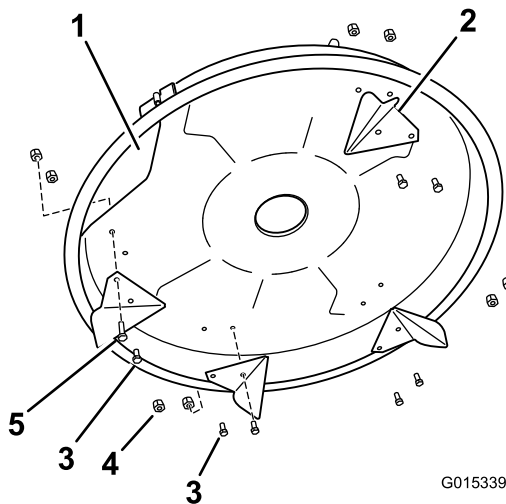

Figura 2
1. Posicione las tres placas deflectoras según se muestra en Figura 2.
2. Sujete las placas al cortacésped usando siete pernos (5/16 x 3/4 pulgada), un perno (5/16 x 1-1/4 pulgadas) y ocho contratuercas (5/16 pulgada). Asegúrese de colocar el perno largo en el taladro más próximo al orificio de descarga de la carcasa, para que pueda sujetar la tapa de mulching en un paso posterior (Figura 2).